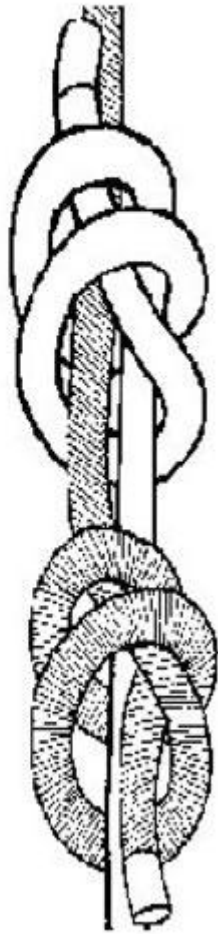

Fig.2:
La cordelette Regate doit être rattachée à la corde à l'aide d'un noeud Prusik (Fig 2). **Seul le noeud Prusik 3 tours est autorisé.** S'assurer que le noeud Prusik (A) est bien serré autour de la corde et que le noeud double pêcheur (B) est bien éloigné du noeud Prusik (A) et de la base de la boucle de connexion (C). Appliquer progressivement le poids du corps sur la boucle de connexion pour pré charger le noeud Prusik et s'assurer de son accroche sur la corde. Cette « pré charge » doit être faite à chaque fois que le Prusik est repositionné sur la corde. La connexion entre la cordelette Regate et le point d'attache du harnais doit absolument être faite au moyen d'un connecteur certifié EN12275 (tel que le Petzl Am'D M18 ball lock ou le Petzl Ok M70). **Le connecteur ne doit pas interférer avec le noeud Prusik.**